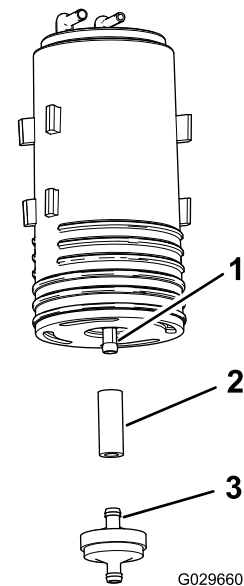

Figure 55
4. Déposez le filtre et le petit flexible du raccord inférieur sur l'ancienne cartouche (Figure 55).
5. Branchez le flexible au raccord inférieur de la nouvelle cartouche de charbon actif (Figure 55).
6. Insérez le raccord du nouveau de la cartouche dans le flexible (Figure 55).